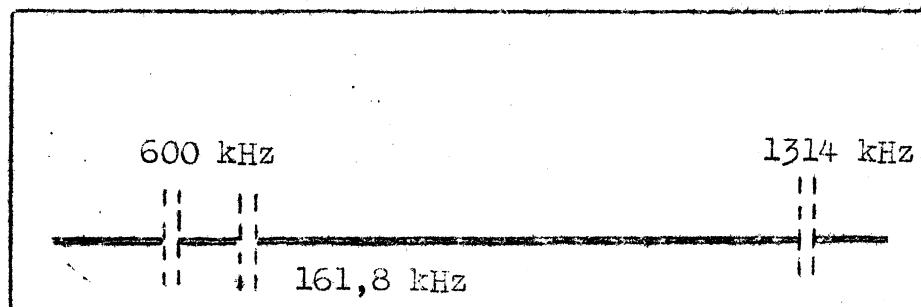

Bild 1 Skala AEG 2 M 16 W
- 3.) Abgleich: Hauptschalter auf Mittelbereich schalten, Antennenkopplung so stellen, dass der bewegliche Spulensatz gegen den festen einen Winkel von "45° bildet. Meßsender auf 1314 kHz, Skalenzeiger des Empfängers auf Eichmarke 1314 kHz einstellen, dann C-Quetsche (Pos.11, zwischen Endröhre 164 und Sperrkreis unterhalb Spulensatz gelegen) mittels Isolierschraubenziehers abgleichen (siehe Bild 1).
L-Abgleich nicht vorhanden; zur Kontrolle Meßsender auf 600 und 161,8 kHz (= Huizen) bringen und Zeigerstellung bei diesen Frequenzen auf Deckung mit den Eichmarken der Skala prüfen (siehe Bild 1).